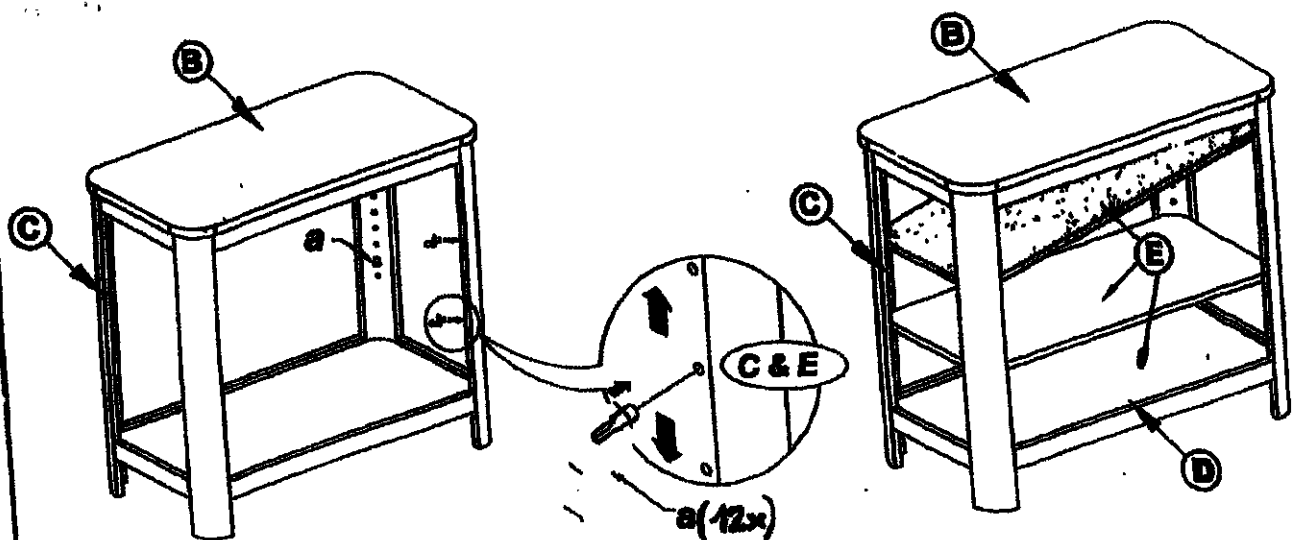

Figure 2.
Adjustable shelf (E) assembly. See fig 2
Assemblage de la tablette réglable. Voir fig. 2